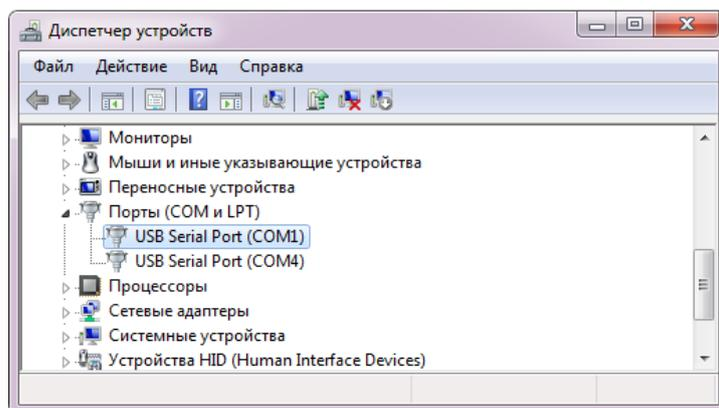

Рисунок 1. Скриншот окна «Диспетчер устройств»
2.1.4 После установки драйвера в диспетчере устройств Windows (Пуск->Панель управления-> Диспетчер устройств) подключенный адаптер АИУ(02) определится в виде виртуального СОМ-порта (см. рисунок 1). Адаптер АИУ(01) определится двумя виртуальными СОМ-портами: младший для работы в качестве преобразователя, старший - для работы со считывателями электронных ключей (при конфигурировании приборов не используется).